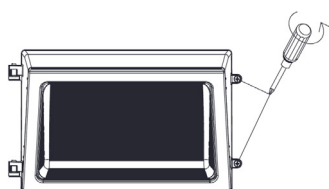

Fig. 2.1
1. Retirer les deux vis situées sur le côté du luminaire à l'aide d'un tournevis. (Fig. 2.1)